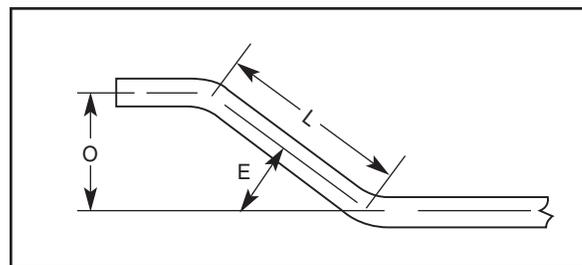

Ilustración 5 – Longitud del tubo para una curva excéntrica (offset)
4. Determine la longitud del tubo (L) necesaria para la curva excéntrica (offset). Véase la Tabla 5 ó utilice la longitud para la curva excéntrica estimada según la Tabla 6. (Véase la ilustración 5.)